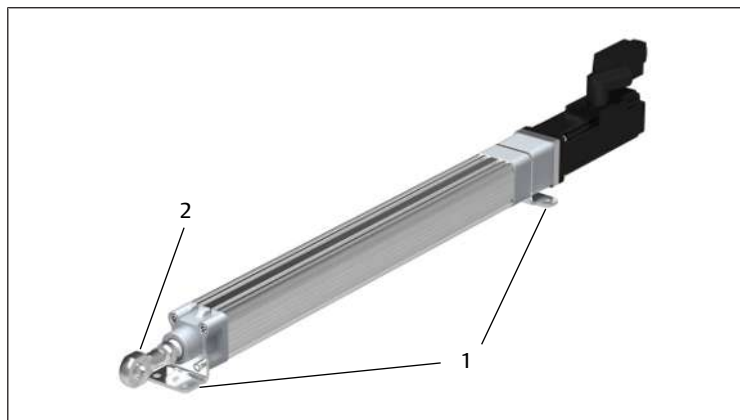

Bild 9: Skruva fast kuledskoppling och installationstillbehör
5. Skruva fast kuledskopplingen (2) och installationstillbehören (1) på maskinen eller anläggningen. Se → Bild 9. Mått på hålen för fästskruvar. Se online-katalog.